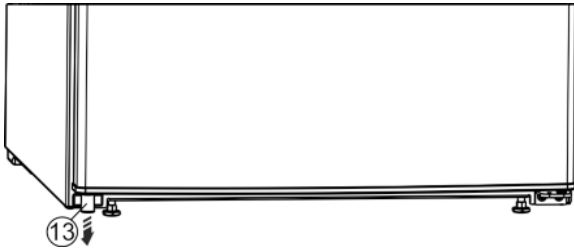

Fig. 5
- ▶ Apačioje, kairėje pusėje išimkite tarpiklį Fig. 5 (13) iš durų.